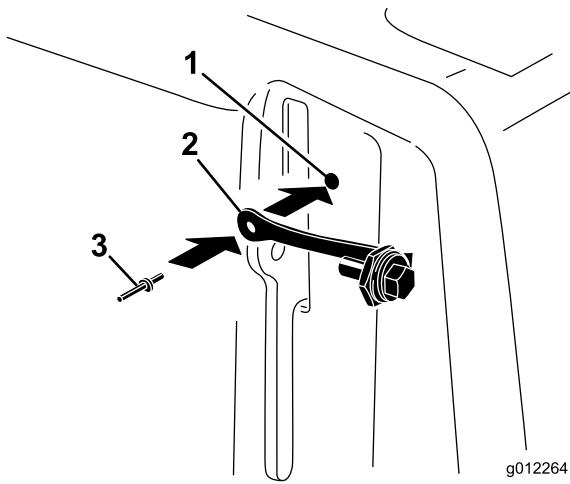

Figure 10
1. Trouvez le trou dans le couvercle de courroie, près du levier de verrouillage (Figure 9 et Figure 10).
2. Montez le cordon dans le trou du couvercle de courroie avec un rivet aveugle (Figure 10).